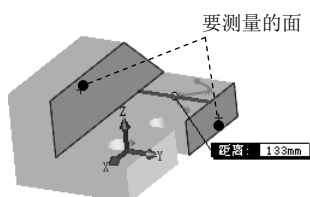
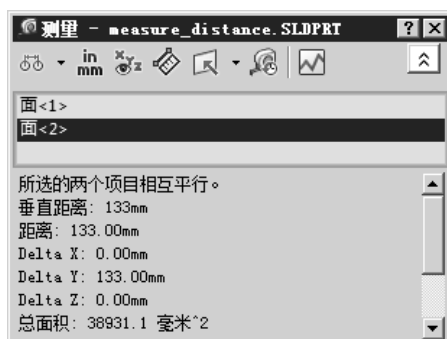

图 8.1.5 选取要测量的面
图 8.1.6 “测量”对话框
Step4. 测量面到面的距离。选取图 8.1.5 所示的模型表面为要测量的面；在图形区和图 8.1.6 所示的“测量”对话框中均会显示测量的结果。